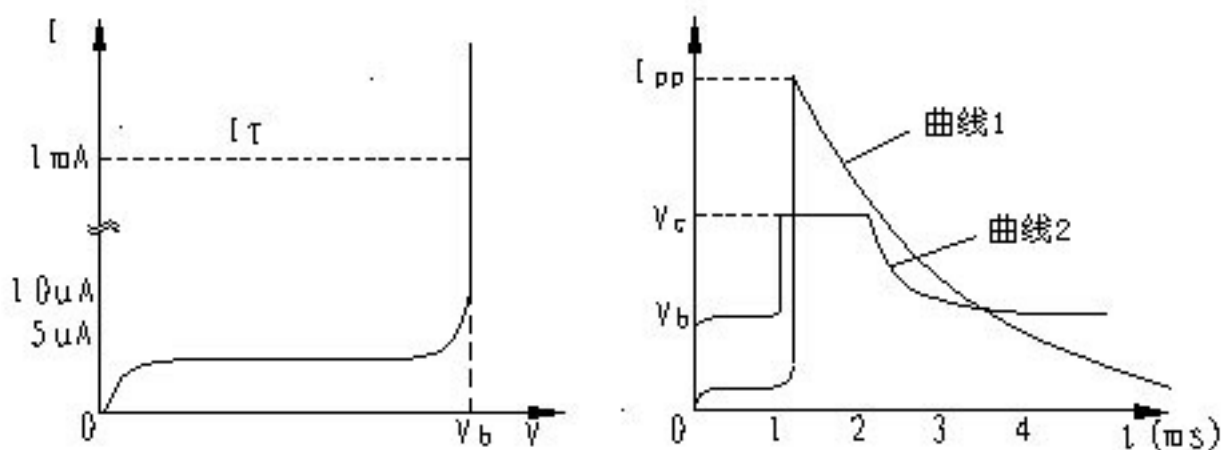
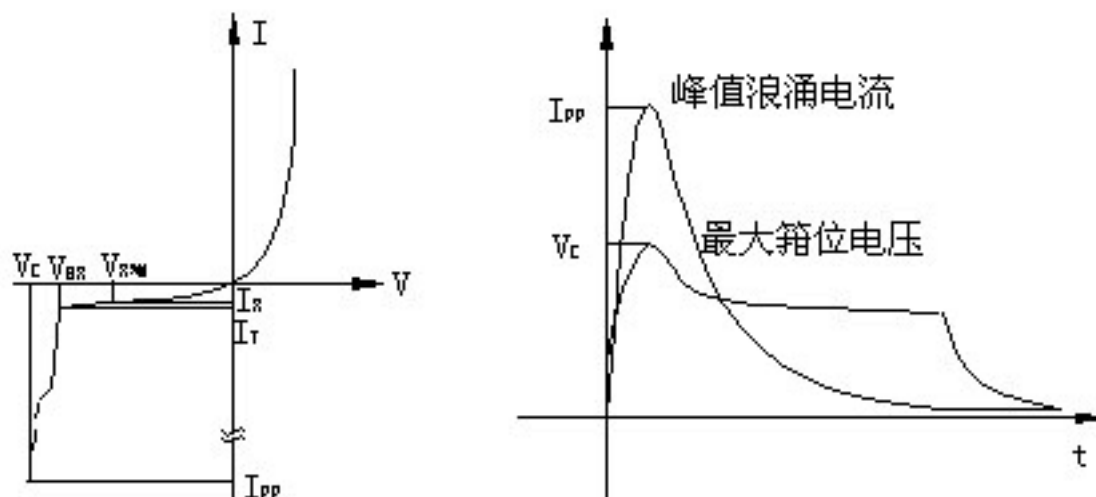

图 1-TV S 特性曲线
图2-TVS特性及参数
典型的肖特基整流管的内部电路结构如图 1 所示。它是以 N 型半导体为基片，在上面形成用砷作掺杂剂的 N-外延层。阳极 (阻挡层) 金属材料是钼。二氧化硅 ( $\text{SiO}_2$ ) 用来消除边缘区域的电场，提高管子的耐压值。N 型基片具有很小的通态电阻，其掺杂浓度较 H-层要高 100% 倍。在基片下边形成 N+ 阴极层，其作用是减小阴极的接触电阻。通过调整结构参数，可在基片与阳极金属之间形成合适的肖特基势垒，当加上正偏压 E 时，金属 A 和 N 型基片 B 分别接电源的正、负极，此时势垒宽度  $W_0$  变窄。加负偏压 -E 时，势垒宽度就增加，见图 2。
稳压二极管(又叫齐纳二极管)它的电路符号是:此二极管是一种直到临界反向击穿电压前都具有很高电阻的半导体器件.在这临界击穿点上,反向电阻降低到一个很少的数值,在这个低阻区中电流增加而电压则保持恒定,稳压二极管是根据击穿电压来分档的,因为这种特性,稳压管主要被作为稳压器或电压基准元件使用.其伏安特性见图 1,
1、浪涌保护电路(如图 2):稳压管在准确的电压下击穿,这就使得它可作为限制或保护之元件来使用,因为各种电压的稳压二极管都可以得到,故对于这种应用特别适宜.图中的稳压二极管 D 是作为过压保护器件.只要电源电压  $V_S$  超过二极管的稳压值  $V_D$  就导通,使继电器 J 吸合负载  $R_L$  就与电源分开.
如果用图示仪观察 TVS 的特性，就可得到图 1 中左图所示的波形。如果单就这个曲线 来看,TVS 管和普通稳压管的击穿特性没有什么区别，为典型的 PN 结雪崩器件。但这条曲线只反映了 TVS 特性的一个部分，还必须补充右图所示的特性曲线，才能反映 TVS 的全部特性。这是在双踪示波器上观察到的 TVS 管承受大电流冲击时的电流及电压波形。图中曲线 1 是 TVS 管中的电流波形，它表示流过 TVS 管的电流由  $1mA$  突然上升到峰值，然后按指数规律下降，造成这种电流冲击的原因可能是雷击、过压等。曲线 2 是 TVS 管两端电压的波形，它表示 TVS 中的电流突然上升时，TVS 两端电压也随之上升，但最大只上升到  $V_c$  值，这个值比击穿电压  $V_{BR}$  略大，从而对后面的电路元件起到保护作用。
TVS 在电路中和稳压管一样，是反向使用的，图 2 所示为单向 TVS 的工作曲线图。
反向恢复时间  $t_r$  的定义是：电流通过零点由正向转换到规定低值的时间间隔。它是衡量高频续流及整流器件性能的重要技术指标。反向恢复电流的波形如图 1 所示。IF 为正向电流，IRM 为最大反向恢复电流。Irr 为反向恢复电流，通常规定  $I_{rr}=0.1I_{RM}$ 。当  $t \leq t_0$  时，正向电流  $I=I_F$ 。当  $t > t_0$  时，由于整流器件上的正向电压突然变成反向电压因此正向电流迅速降低，在  $t=t_1$  时刻， $I=0$ 。然后整流器件上流过反向电流 IR，并且 IR 逐渐增大；在  $t=t_2$  时刻达到最大反向恢复电流 IRM 值。此后受正向电压的作用，反向电流逐渐减小，并在  $t=t_3$  时刻达到规定值 Irr。从  $t_2$  到  $t_3$  的反向恢复过程与电容器放电过程有相似之处。
20A 以下的快恢复及超快恢复二极管大多采用 TO-220 封装形式。从内部结构看，可分成单管、对管（亦称双管）两种。对管内部包含两只快恢复二极管，根据两只二极管接法的不同，又有共阴对管、共阳对管之分。图 2(a)是 C20-04 型快恢复二极管（单管）的外形及内部结构。(b)图和(c)图分别是 C92-02 型（共阴对管）、MUR1680A 型（共阳对管）超快恢复二极管的外形与构造。它们均采用 TO-220 塑料封装，主要技术指标见表 1。